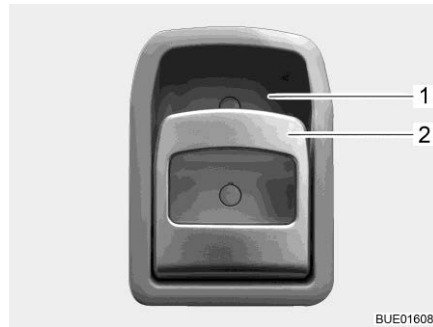

Bild 64 Dörrlås (ingångsdörr insida)
- Öppna:** ■ Drag i handtaget (Bild 64,2). Dörrlåset låses upp respektive öppnas.
- Låsa:** ■ Tryck handtagets (Bild 64,2) övre del i riktning mot greppkåpan (Bild 64,1). Dörrlåset låses.